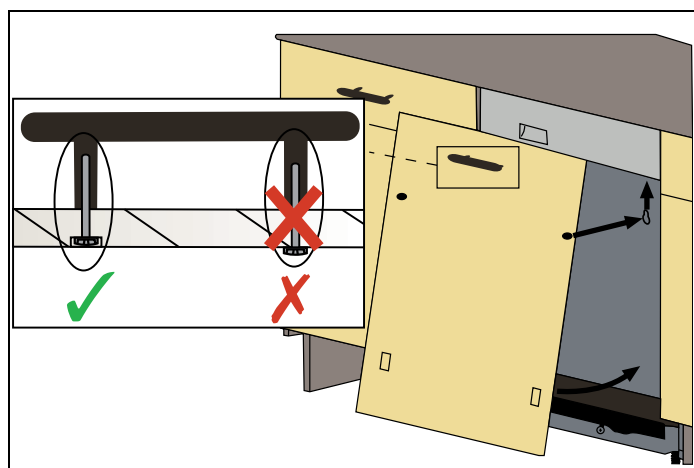

Fig. 21
- 5) Prima di montare l'anta di legno sulla lavastoviglie, montare la maniglia come indicato nella Fig. 21 .